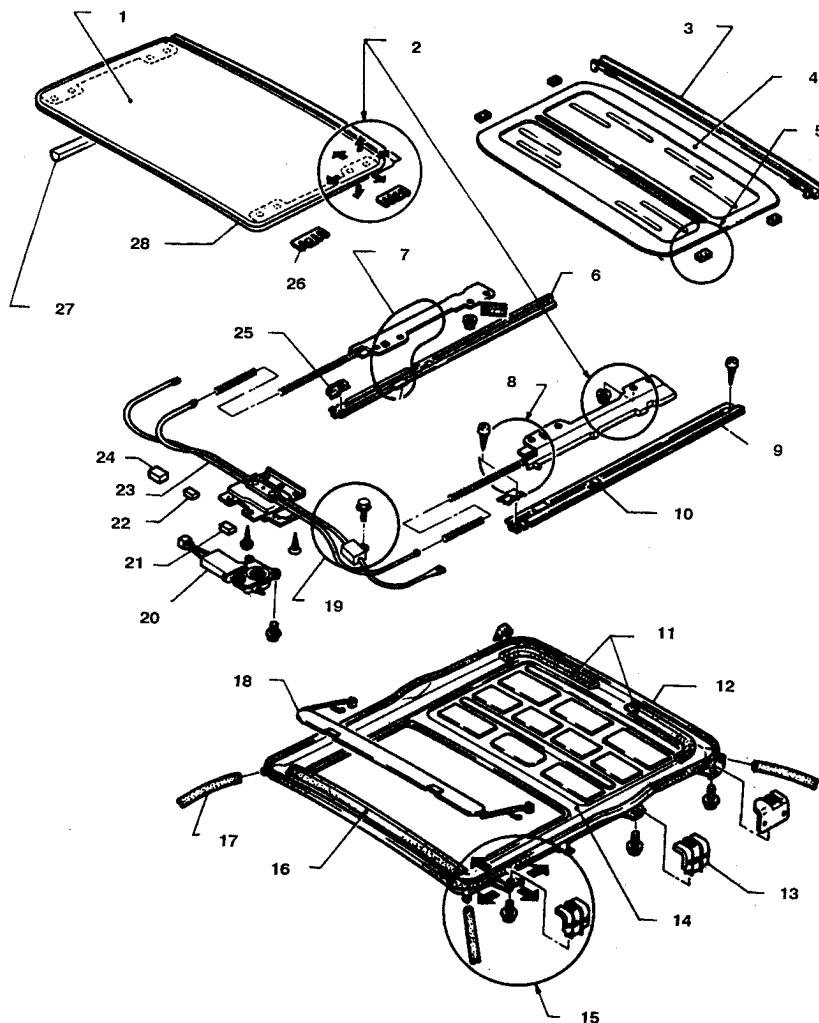

Рис. 11.31 Элементы верхнего люка с электроприводом (См. Раздел 27)
1. Основные элементы верхнего люка с электроприводом показаны на Рис. 11.31.